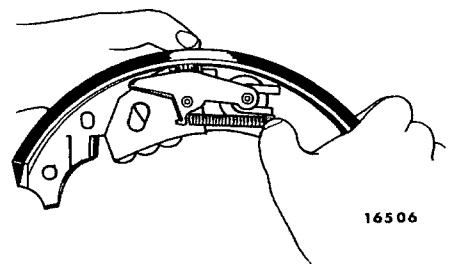
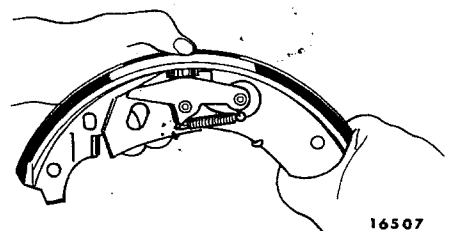

Fig 12-9. Provning av självjusteranordningen, BV 202N
Fig 12-10. Provning av självjusteranordningen, BV 202N
4. När beläggen nitas skall justeranordningen kontrolleras. För bromsbackarna med kontaktplugg tillgår kontrollen så att kontaktpluggen hålls intryckt samtidigt som kilen förs till sitt ytterläge enligt fig 12-9, varefter trycket lättas och kilen släpps. Kontaktpluggen måste nu nå minst jäms med bromsbeläggets yta. Är så inte fallet skall pluggen bytas. Räcker pluggen till trycks denna åter in varvid kilen dras utåt av fjädern, se fig 12-10. Med pluggen intryckt förs kilen tillbaka till ytterläget och pluggen släpps.